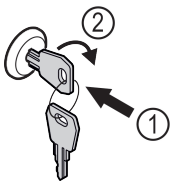

Fig. 114
- ▶ Schlüssel hineindrücken Fig. 114 (1).
- ▶ Schlüssel um 90° im Uhrzeigersinn drehen Fig. 114 (2).